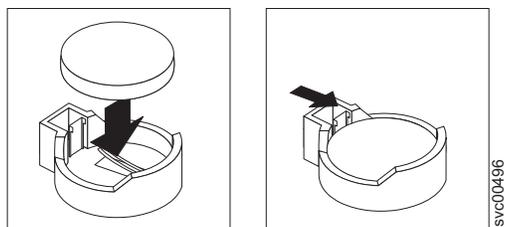

図 141. SAN ボリューム・コントローラー 2145-8A4 CMOS バッテリーの取り付け
- c. 図 141 に示すように、バッテリーを下に押し、所定の場所でカチッと音を立てるまでソケットに入れます。バッテリー・クリップがバッテリーを確実に保持するようにします。